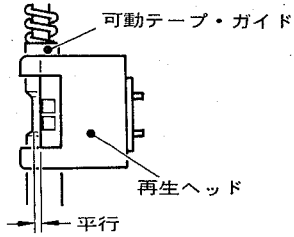

図14 再生ヘッドのあおり調整
- 再生ヘッドは、ヘッド前面と可変テープ・ガイドのテープ走行部とが平行になるよう調整。(図14)